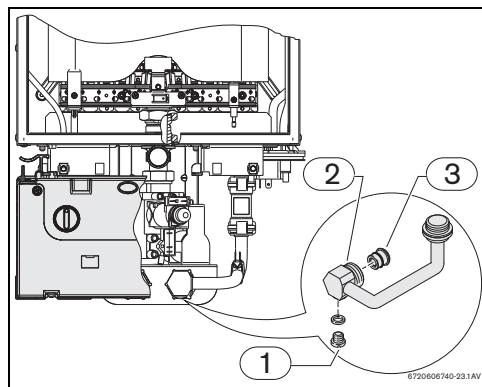

Fig. 7
- svitare ed asportare la vite di scarico (→Fig. 7, [pos. 1]).
- Non installare l'apparecchio in ambienti che presentino rischi in cui la temperatura possa scendere a 0 °C. Nel caso, chiudere il rubinetto d'ingresso acqua fredda (→ Fig. 2, [pos. 230]), aprire un rubinetto d'acqua calda, svitare con una chiave di misura corrispondente l'apposita vite (→ Fig. 7, [pos. 3]) e scaricare l'acqua presente nell'apparecchio.